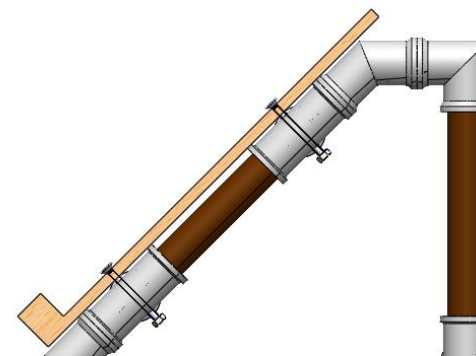

Figura 25. Passo 2 - Fixação da Chapa
-Passo 2: Fixe a chapa na estrutura colocando os parafusos philips M6 de cabeça escareada nos furos já realizados, e em seguida dê aperto com as porcas M6, como mostrado na figura 25;